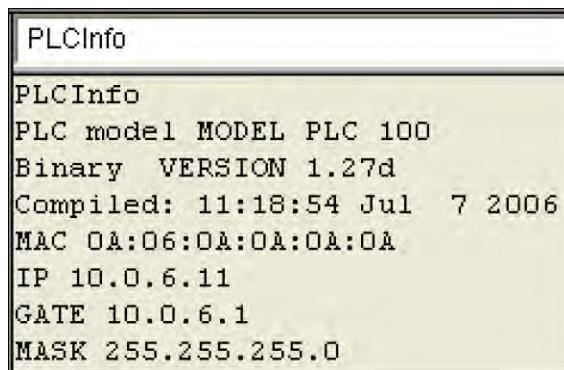

**Рисунок 10.3 – Окно «HyperTerminal»**
- 7) В открывшемся окне «HyperTerminal» (см. рисунок 10.3) в строке «Binary Version» отобразится номер актуальной версии ПО микроконтроллера.